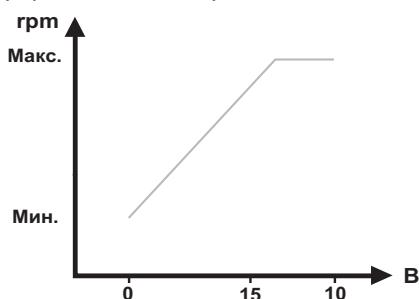

Рис. 76 Зависимость скорости насоса от установленного значения сигнала 4-20 мА
1) Когда насос находится под управлением внешнего сигнала 4-20 мА, его рабочее состояние изменяется на основе диапазона уровней входного сигнала. График зависимости скорости насоса от установленного значения сигнала 0-10 В приведен на рис. 76